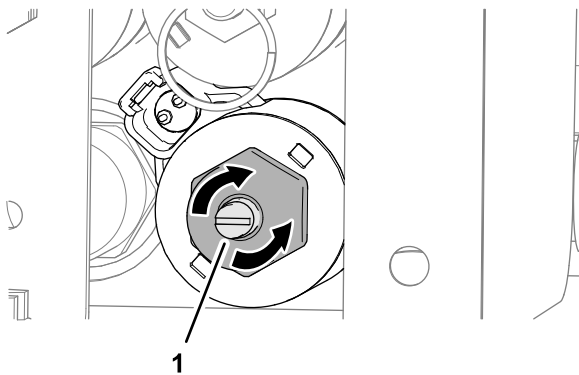

Figura 33
1. Gire el tornillo de cabeza hexagonal de la anulación de la válvula en sentido horario para aumentar la velocidad del suelo (Figura 33).